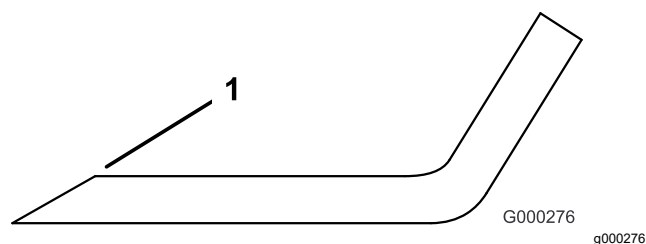

Рисунок 132
3. Проверьте режущие кромки всех ножей и заточите их, если они затупились или имеют зазубрины (Рисунок 132).
Примечание: Чтобы ножи всегда оставались острыми, затачивайте только верхнюю сторону режущей кромки и сохраняйте первоначальный угол заточки (Рисунок 132). Балансировка ножа не нарушается, если с обеих режущих кромок удаляется одинаковое количество материала.